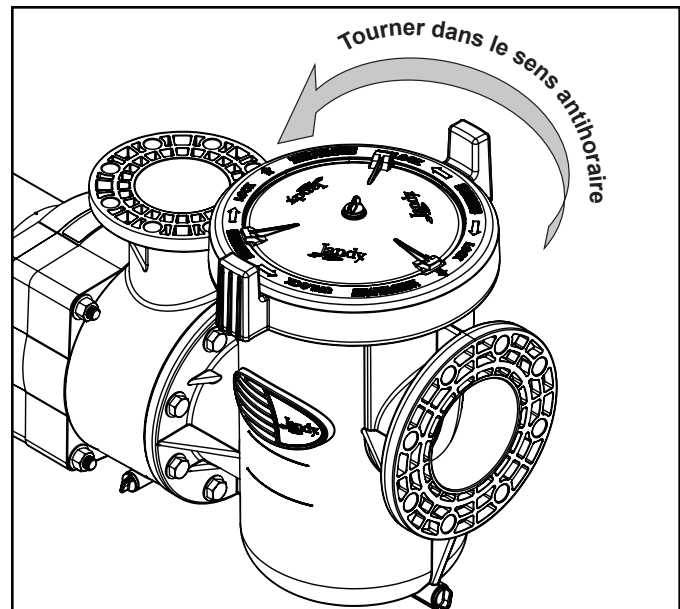

Figure 8. DÉVERROUILLER L'ANNEAU DE BLOCAGE
4. Vérifier qu'une section de tuyau rectiligne, avec une longueur équivalant à cinq fois son diamètre, est installée entre le côté aspiration de la pompe et le premier coude. Reportez-vous à la Figure 8.
5. Suivre les repères sur la bague de verrouillage. À l'aide des deux poignées, tourner lentement la bague de verrouillage dans le sens antihoraire jusqu'à ce que le couvercle et la bague de verrouillage se désengagent du corps de pompe. Reportez-vous à la Figure 8.